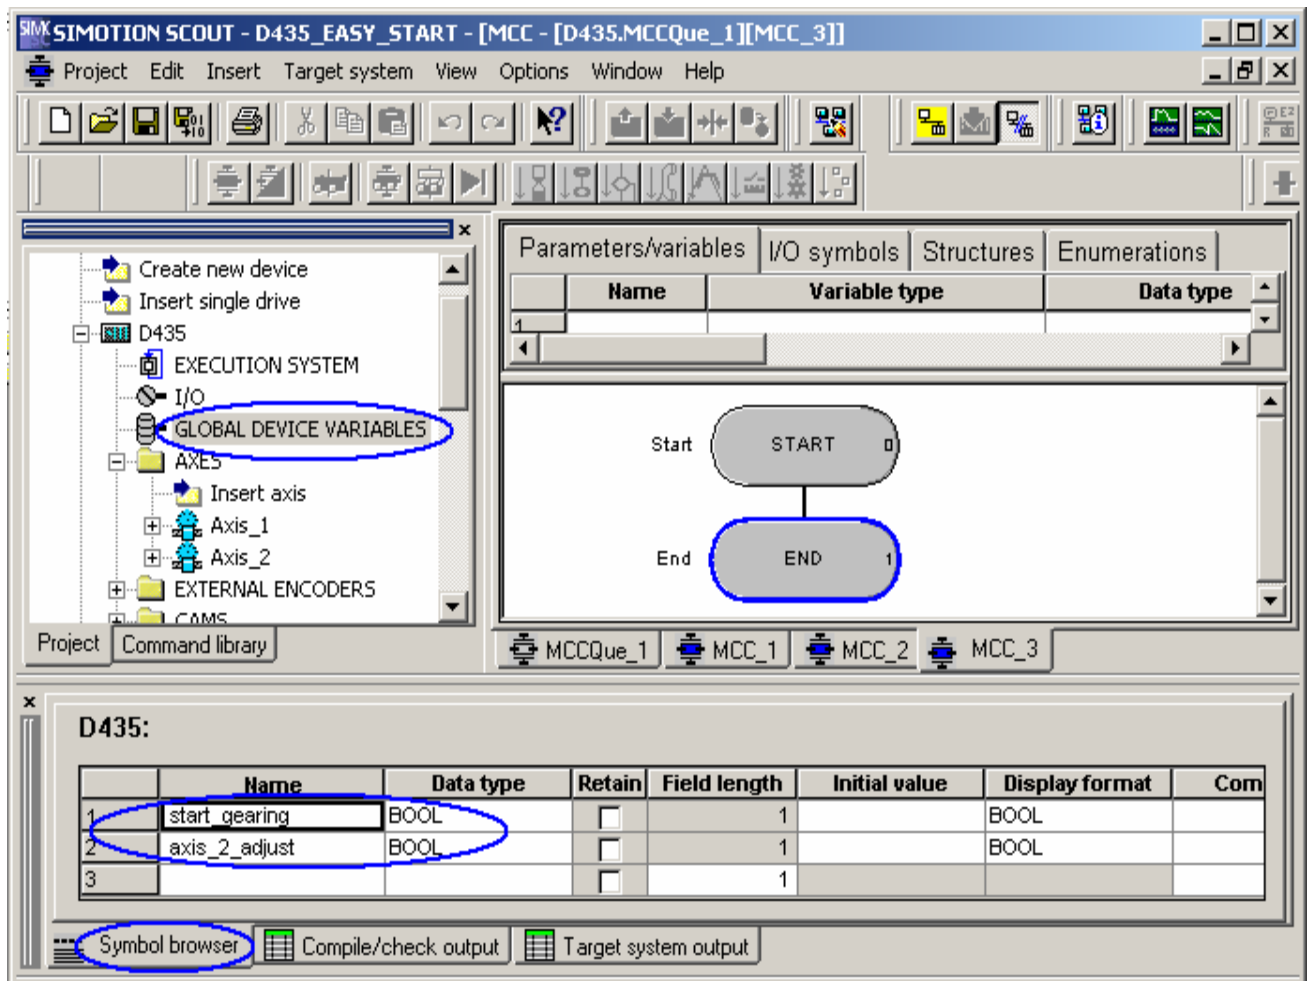

图 56
(5) 编写主控程序
①我们将使用“变量监控表”来调试和控制程序运行，为此定义两个全局变量“Start_Gearing”，和“Axis_2_adjust”，如图 56。